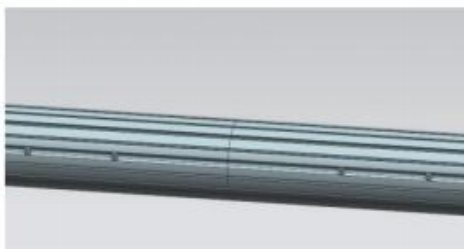

Rysunek D7
3.3 Za pomocą śruby C zabezpiecz ramiona składane na obu końcach. Uwaga: Ramię składane powinno być ustawione pionowo w górę i w dół, a lewe i prawe ramie powinny znajdować się na tej samej wysokości w poziomie (rysunek D7).